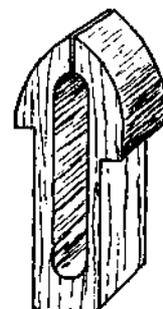

Fig. 71 — Prensa para amolar serras.
*Prensa* (Fig. 71). Serve para amolar serras.